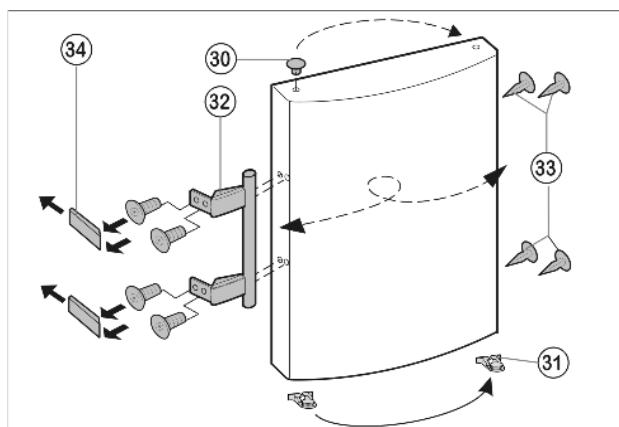

Fig. 7
- ▶ Выведите из фиксатора верхней дверцы пружинный зажим *Fig. 7* (31) и переставьте его на новую сторону шарнира.
- ▶ Извлеките пробки *Fig. 7* (30) из опорных втулок дверцы и переставьте.
- ▶ Снимите и переставьте на противоположную сторону дверную ручку *Fig. 7* (32), пробку *Fig. 7* (33) и прижимные пластины *Fig. 7* (34).